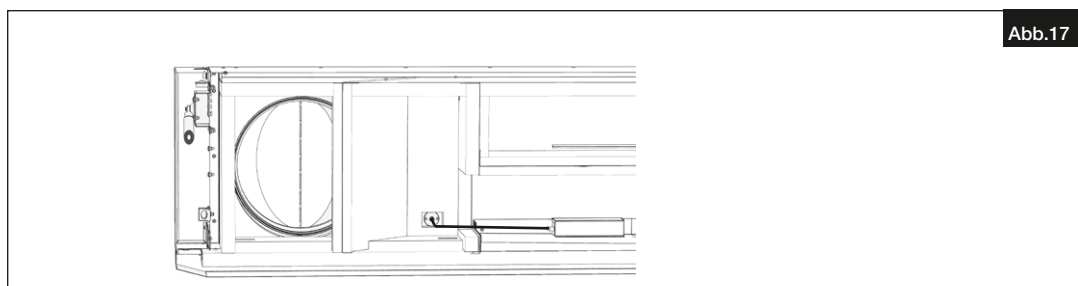

Abb.17
2. Den Kondensatschlauch an die Kondensatpumpe anschließen und auf die Innenseite der Gehäusedurchführung stecken (s. Abb.17).